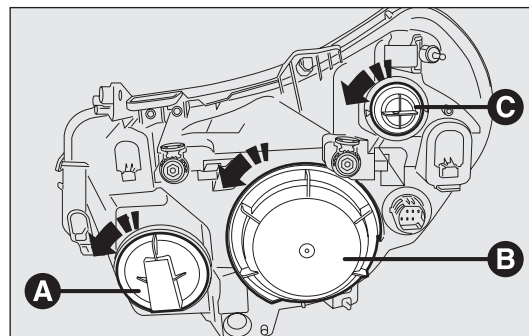

fig. 186
Pour remplacer l'ampoule des feux de route, enlever le bouchon A-fig. 186.
Pour remplacer l'ampoule des feux de croisement/position, il faut enlever le bouchon B-fig. 186.
Pour remplacer l'ampoule des feux clignotants, il faut enlever la douille C-fig. 186.
- retirer le capot de protection B-fig. 186 en tournant dans le sens inverse des aiguilles d'une montre;
- remonter le couvercle de protection B-fig. 186 en le tournant dans les sens des aiguilles d'une montre en s'assurant qu'il est bloqué correctement.
- retirer le couvercle de protection A-fig. 186 en le tournant dans le sens inverse des aiguilles d'une montre;
- remonter le couvercle de protection A-fig. 186 en le tournant dans les sens des aiguilles d'une montre en s'assurant qu'il est bloqué correctement.
- retirer le couvercle de protection B-fig. 186 en le tournant dans le sens inverse des aiguilles d'une montre ;